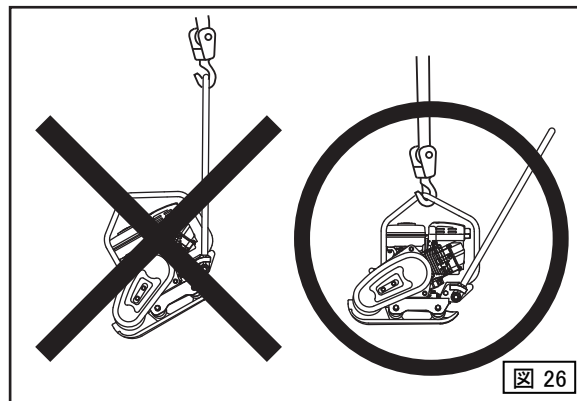

図 26
3. 吊り上げの際は必ずガードフックに吊り上げ具を引掛けてください。(図26)